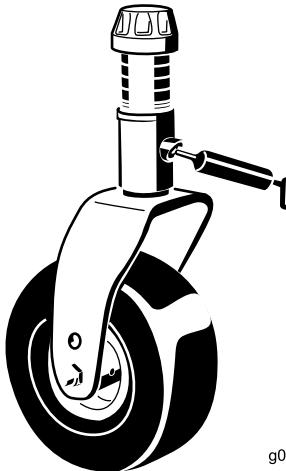

Bild 17
2. Schmieren Sie die Laufradarmbüchsen ein (Bild 17).